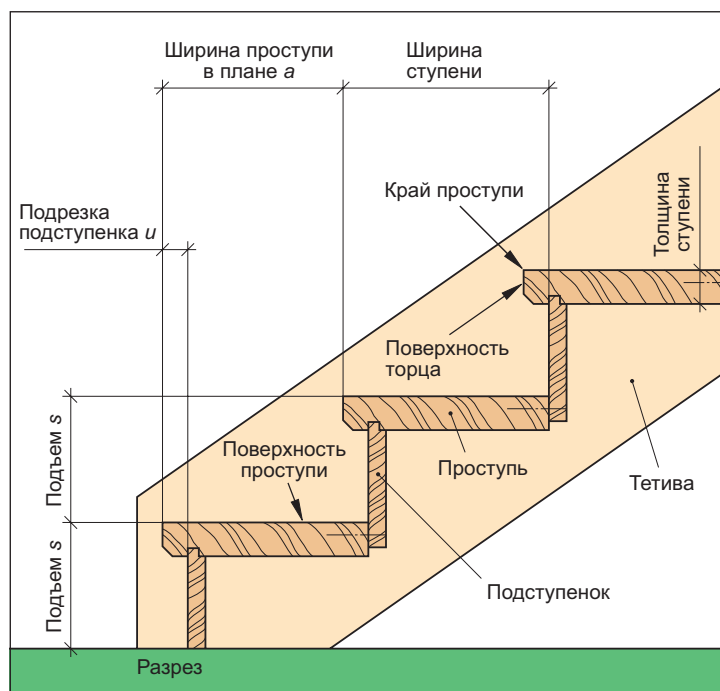

Рис. 1.5. Термины, относящиеся к ступеням лестниц
- **Подъемом (s)** называется расстояние между соседними проступями (см. рис. 1.5).